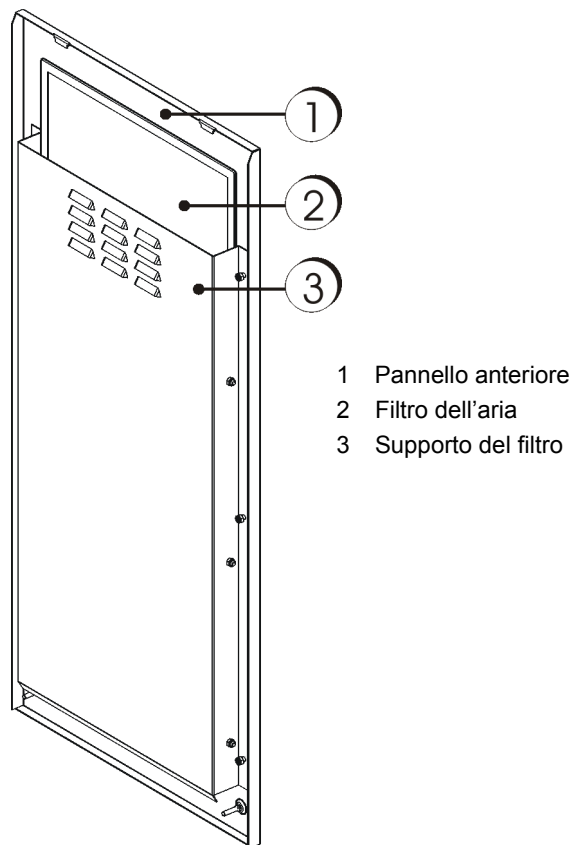

Figura 19: Filtro dell'aria.
- 1 Fissare la struttura del Sunmaster XL al pavimento. Stabilire i punti di montaggio sulla base della figura 19. Utilizzare viti e perni adeguati.
La dotazione standard del Sunmaster XL include un filtro dell'aria, che viene collocato nella parte posteriore del pannello frontale (figura 19). La frequenza degli interventi di manutenzione dipende dal livello di inquinamento ambientale. Controllare il filtro dell'aria almeno ogni sei mesi. Per aprire la struttura del Sunmaster XL consultare il paragrafo 4.5. Se necessario, pulire o sostituire il filtro. Le informazioni per l'ordinazione vengono illustrate nel capitolo 9.